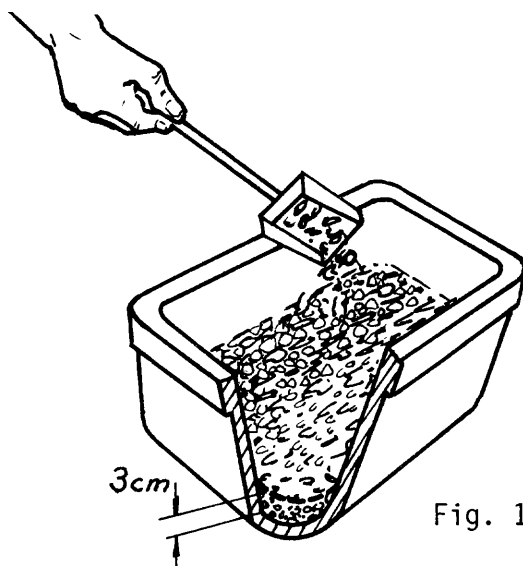

Fig. 1
- ___ a Extienda en el fondo de la caja una capa uniforme de cementante, de tres centímetros de espesor aproximadamente (fig. 1).